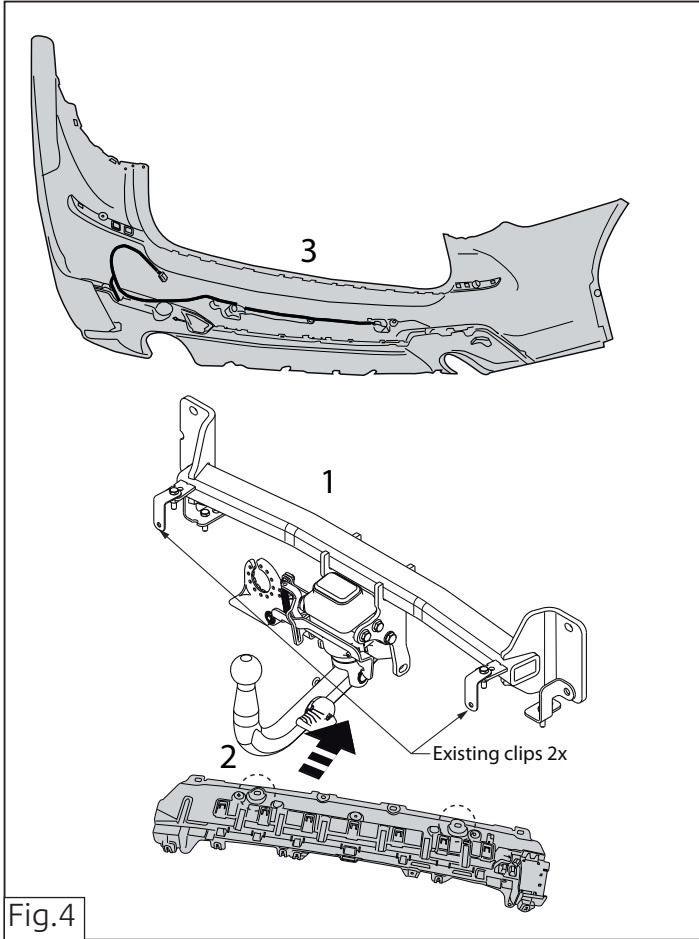

Fig.4
9. Закрепить пластмассовый корпус бампера набухший. См. рисунок 4.